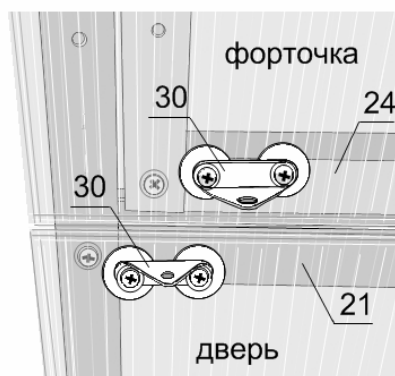

Рис. 18
6.1. На поперечине двери № 21 и поперечине форточка №24 закрепите саморезами уголки №31, подложив под уголки оцинкованные шайбы (рис. 18).